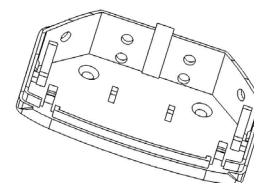

Рисунок 6
- В зависимости от выбранного места установки извещателя определите с помощью каких граней основания будет осуществляться крепление и просверлите или выдавите отверткой отверстия для крепления (рисунок 6).